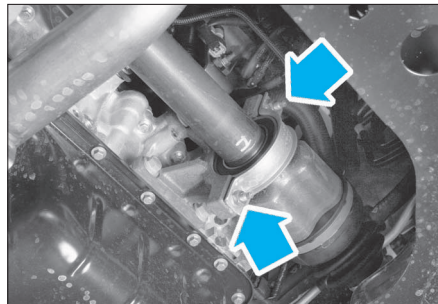

FIG. 2
- Déposer les fixations de la bride du palier de l'arbre intermédiaire et récupérer la bride (Fig.2).